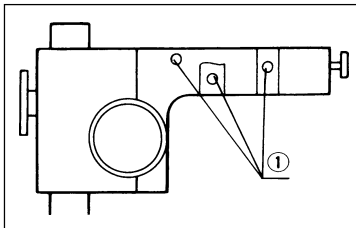

Abb. 6
- (1) Die Beleuchtungseinrichtung (LSGA) kann mit Hilfe der LSGA-Montagehalterungen IHA oder IHD an jeder der fünf Anschlußöffnungen an der Außenseite des Armes angebracht werden (Abb. 6).